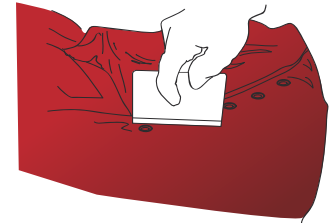

Abbildung 16
- › Danach mit dem ROLLRIV-Roller über die Folie fahren, um diese auf der gesamten Nietenfläche anzubringen. Anschließend ist die Folie um die Niete herum mit der Rakel (Abb. 16) oder mit dem Daumen anzudrücken.